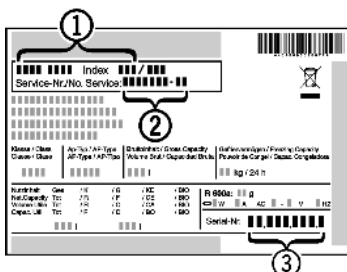

Fig. 18
- Leggere la denominazione dell'apparecchio Fig. 18 (1), il n° assistenza Fig. 18 (2) e il n° di serie Fig. 18 (3) sulla targhetta identificativa. La targhetta identificativa è situata all'interno dell'apparecchio, sul lato sinistro.
- Informare il servizio di assistenza e comunicare il difetto, la denominazione dell'apparecchio Fig. 18 (1), il n° assistenza Fig. 18 (2) e il n° di serie Fig. 18 (3).